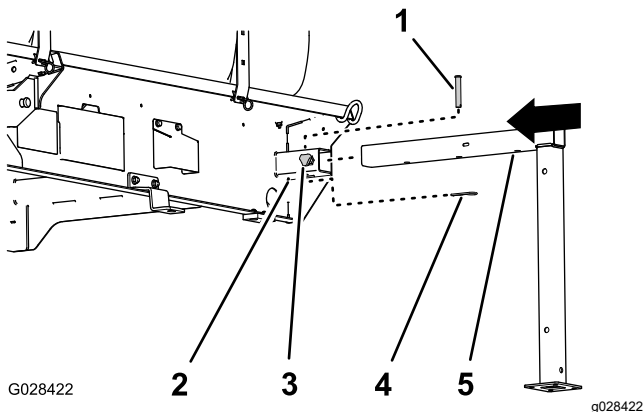

Figura 135
1. Aliniază suportul de cric frontal cu receptorul de suport de cric frontal situat în partea din față a rezervorului (Figura 135).
2. Introducere suportul de cric în receptor până când orificiul median din tubul suportului de cric orizontal este aliniat cu orificiul din partea de sus a receptorului (Figura 135).
4. Înfiletai o rozetă de blocare în receptor și strângeți manual rozeta (Figura 135).